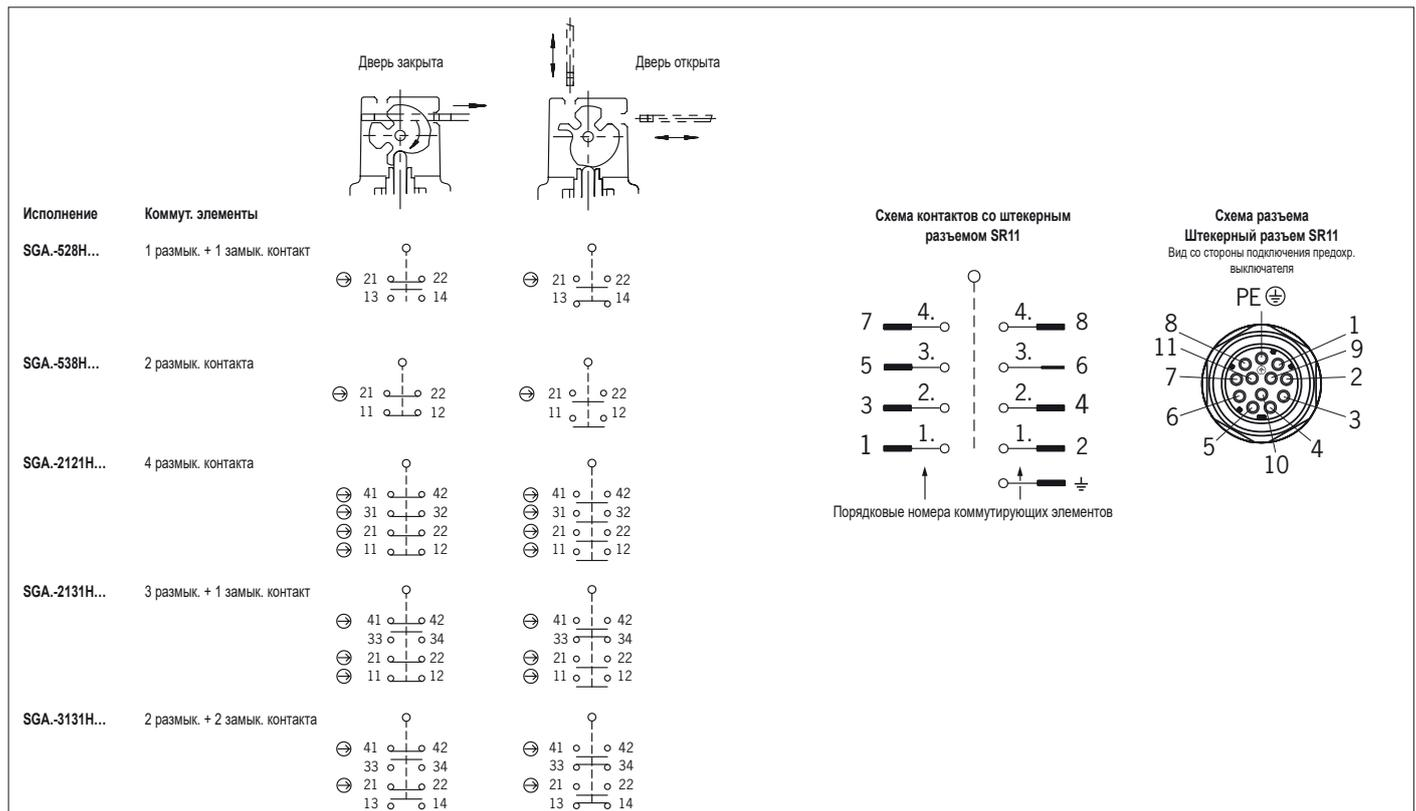

Рис. 2. Коммутирующие элементы и функции переключения
Необходимо использовать минимум один контакт \rightarrow . Он сигнализирует о положении защитного устройства (схему контактов см. на Рис. 2).
- Затем подсоединить и затянуть клеммы с моментом затяжки 0,5 Нм (см. схему контактов на Рис. 2).